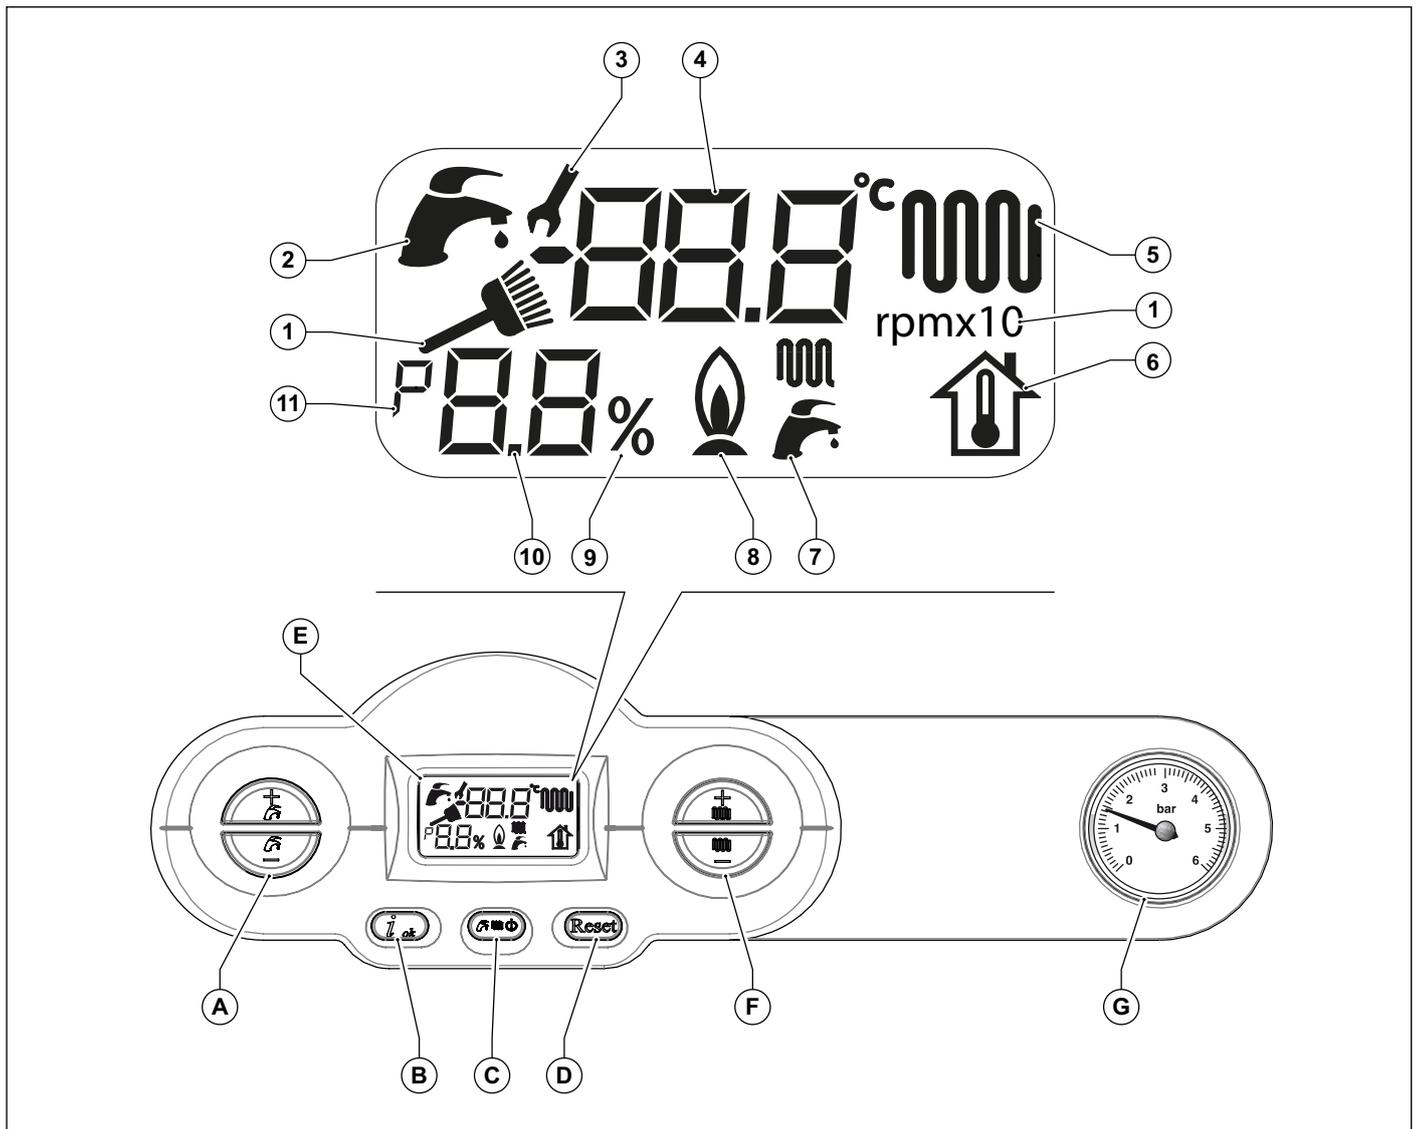

Abb. 1 Bedienoberfläche
- Das Betriebssystem des Heizkessels wählen: OFF/SOMMER/WINTER/NUR HEIZUNG (siehe (C) Taste in Abb. 1 Bedienoberfläche auf Seite 7).